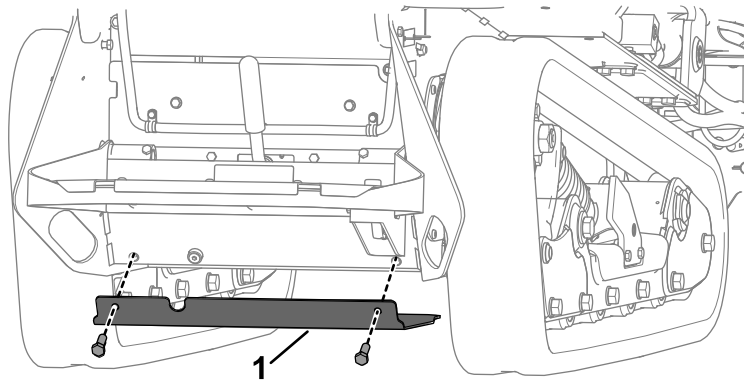

Figure 13
10. Déposez le couvercle inférieur du groupe de déplacement en retirant les 2 boulons qui le maintiennent en place (Figure 13).